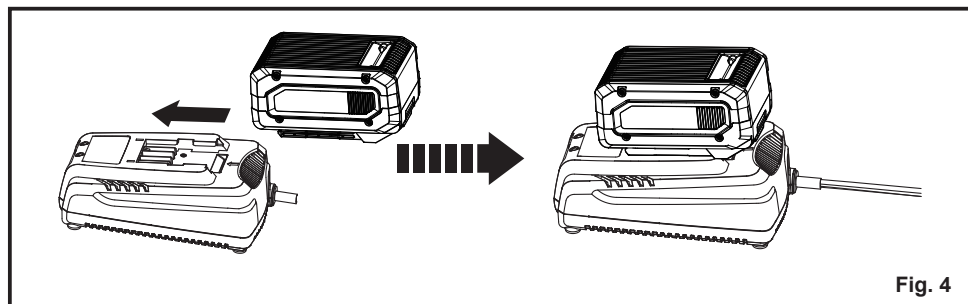

Fig. 4
1. Alignez la fente de la batterie sur le rail du chargeur. Faites glisser la batterie sur le rail jusqu'à ce qu'elle se fixe en place (Fig. 4).